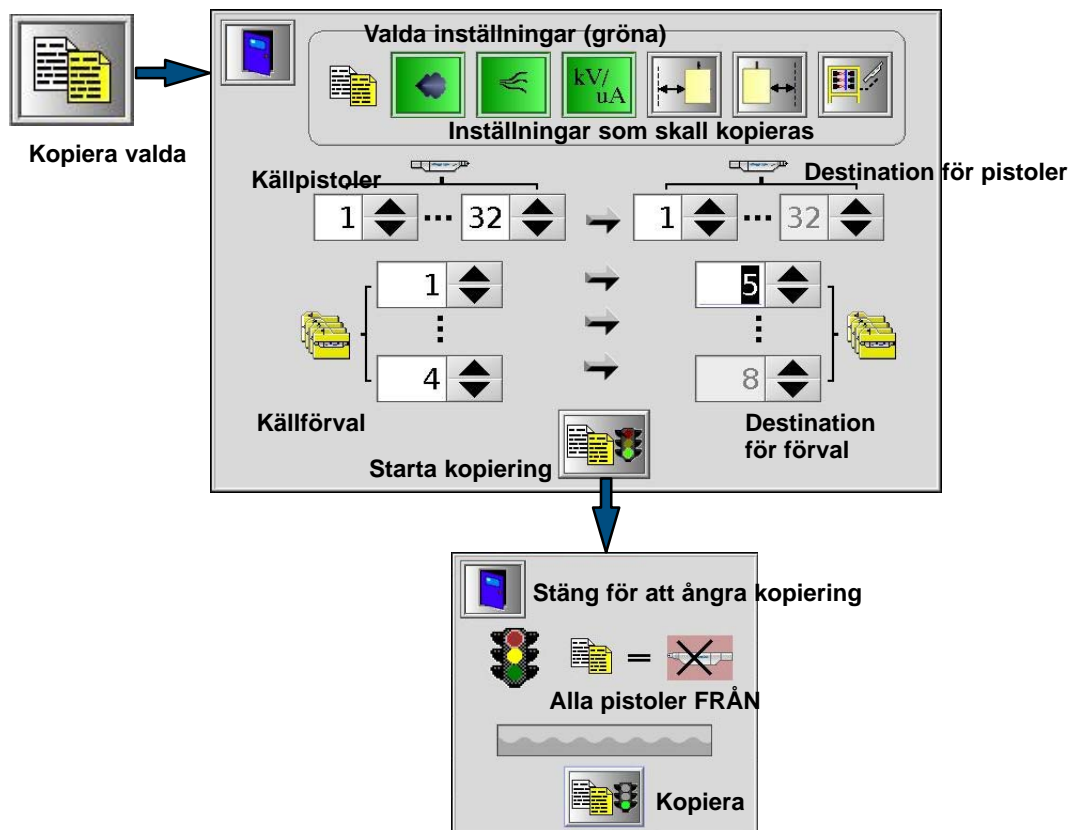

Bild 4-18 Kopiera valda – meny för pistolstyrning
1. Se bild 4-18. Tryck på knappen **Kopiera valda** för att öppna menyen för kopiera valda.